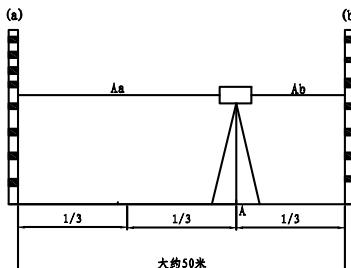

图1
1.如图 1 所示，将仪器安置三脚架上，并使脚架位于相距约 50 米的两根水准之间的 A 处，A、B 两点将两水准尺间的距离分成三个等分